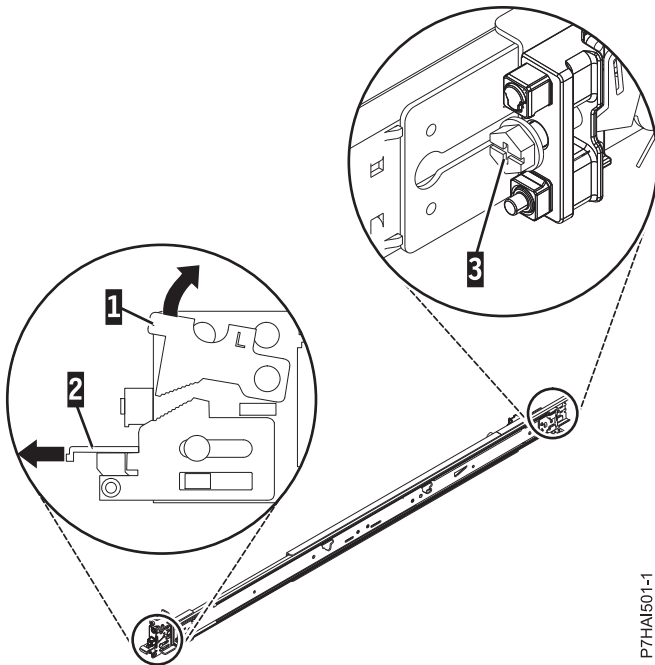

Figura 19. Apertura del pestillo frontal y extracción del tornillo posterior
2. Empuje hacia arriba la pestaña de bloqueo (1) en la parte frontal, y tire del pestillo frontal (2) de la parte frontal del riel. A continuación, extraiga el tornillo de la parte posterior del riel (3). Para obtener detalles, consulte la Figura 19.